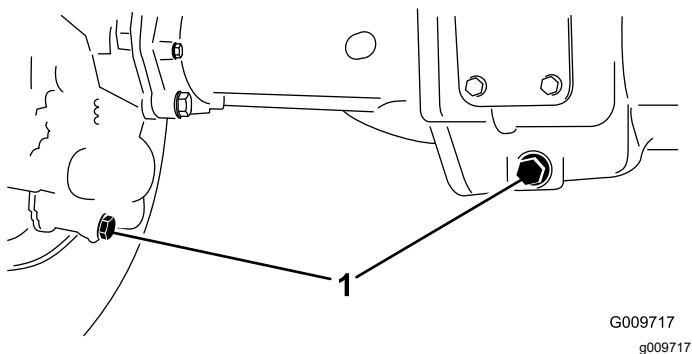

Figura 68
2. Limpie la zona alrededor de los tres tapones de vaciado, uno en cada extremo y uno en el centro (Figura 68).